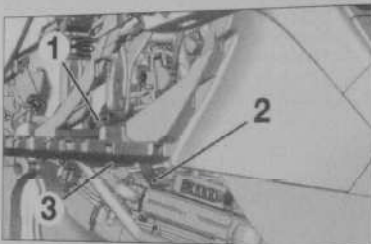

Fig. 33
- la sonde de température d'air (1) (Fig. 33),
- la vis (2),
- le conduit d'air (3).